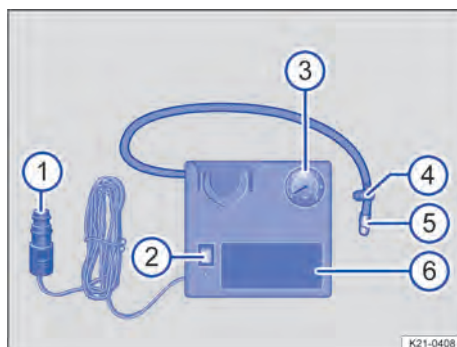

Abb. 221 Prinzipdarstellung: Luftkompressor des Pannensets.
1. Reifenfüllschlauch → Abb. 221 ⑤ des Luftkompressors fest auf das Reifenventil schrauben.
2. Prüfen, ob die Luftablassschraube → Abb. 221 ④ zugedreht ist.
4. 12-Volt-Kabelstecker → Abb. 221 ① in eine 12-Volt-Steckdose im Fahrzeug stecken → Seite 216.
5. Luftkompressor mit dem EIN/AUS-Schalter → Abb. 221 ② einschalten.
2. Reifenfüllschlauch → Abb. 221  wieder anschließen und den Reifendruck an der Reifendruckanzeige → Abb. 221  ablesen.